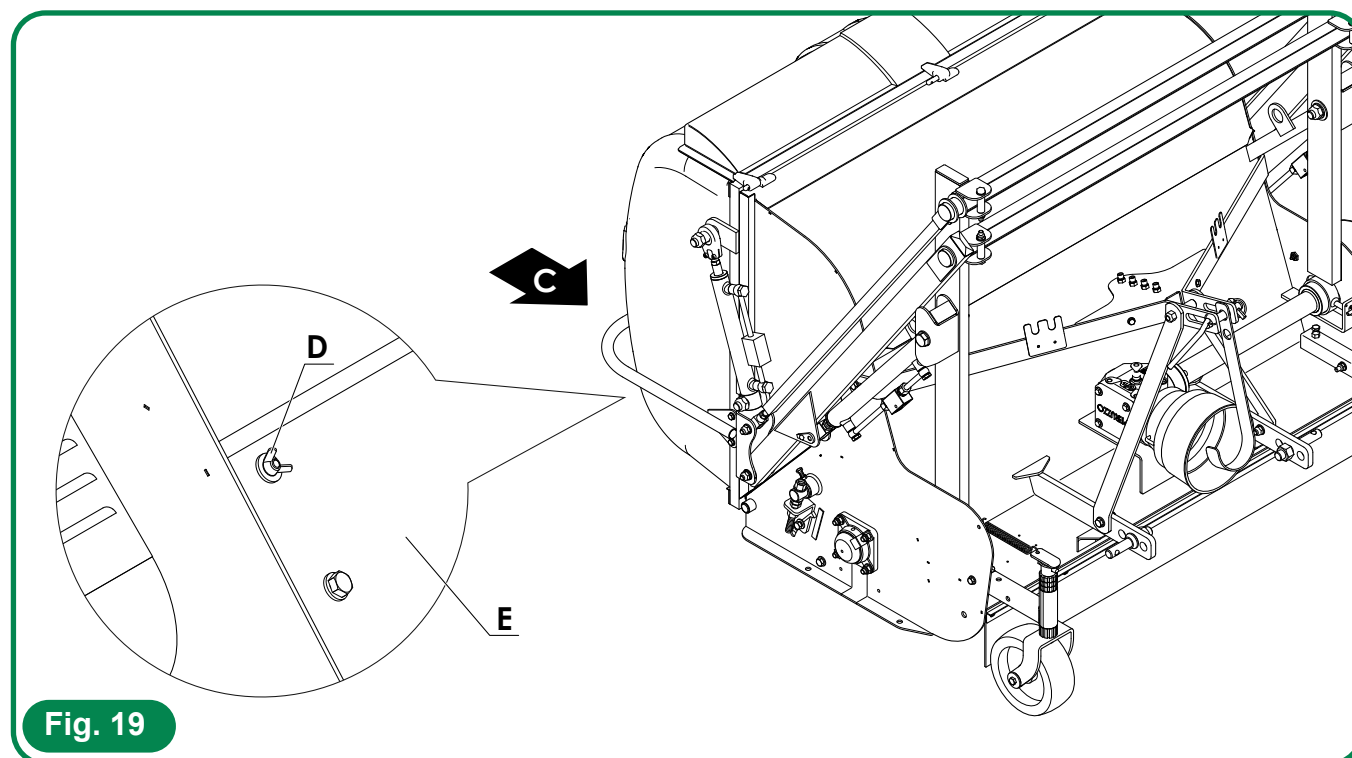
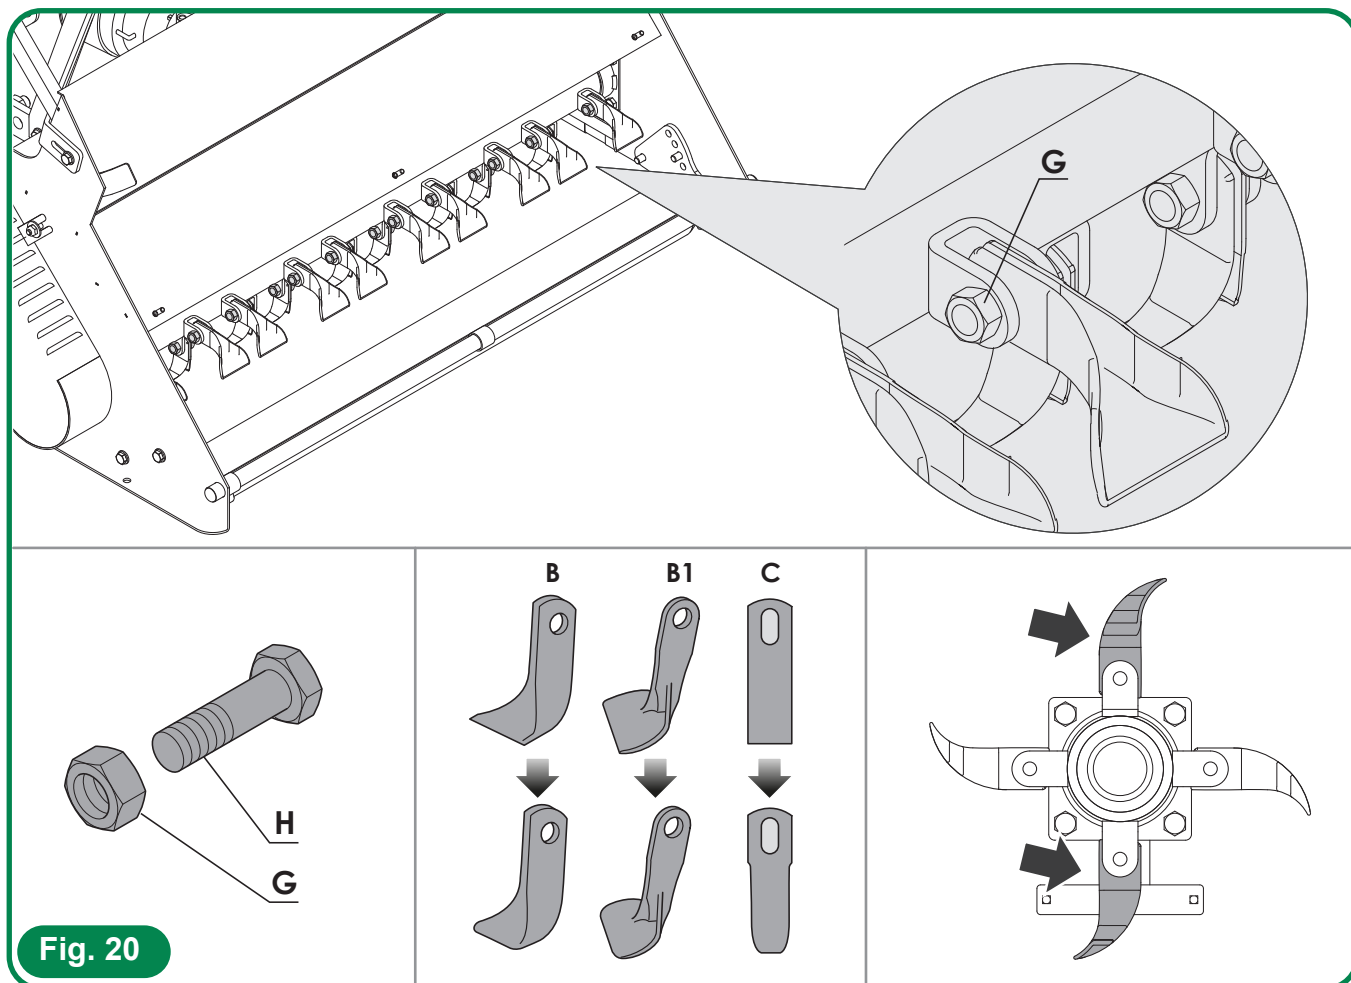

Fig. 19
Fig. 20
- För byte av knivarna ställ dig i det läge som anges av pilen (C) (se **fig. 19**).
- Skruva loss alla muttrar (D) som finns på dörren (E).
- Öppna dörren helt tills du får en komplett översyn av knivarnas axel (se **fig. 20**).
- Skruva loss muttrarna (G) som blockeras skruvarna (H) med en lämplig nyckel.
- Verifiera knivarnas skick och byt ut de som är trasiga eller slitna mot likadana i original (se **fig. 20**)